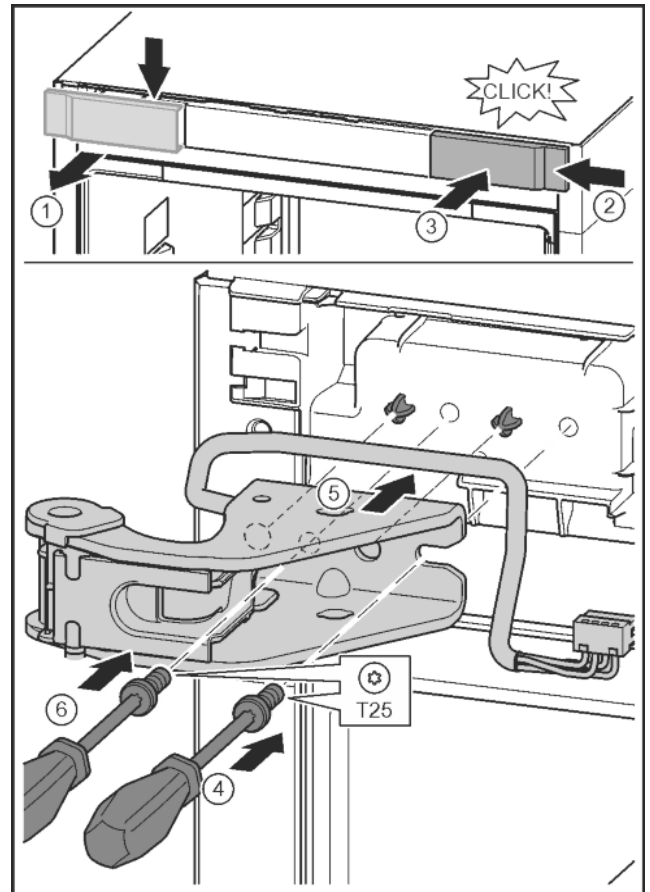

Fig. 24
- ▶ Abdeckung lösen und seitlich abnehmen. Fig. 24 (1)
- ▶ Abdeckung um 180° gedreht auf der anderen Seite von rechts einhängen. Fig. 24 (2)
- ▶ Abdeckung einrasten. Fig. 24 (3)
- ▶ Schraube mit Schraubendreher T25 ansetzen. Fig. 24 (4)
- ▶ Oberen Lagerbock ansetzen. Fig. 24 (5)
- ▶ Schraube festdrehen. Fig. 24 (4)
- ▶ Schraube mit Schraubendreher T25 einsetzen und festdrehen. Fig. 24 (6)